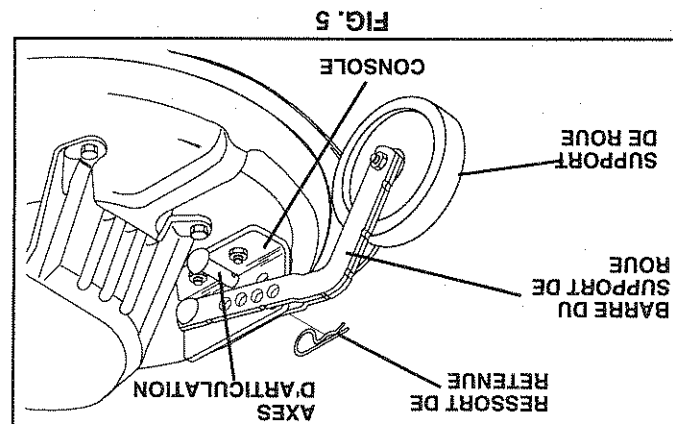

FIG. 5
- RÉGLEZ LES SUPPORTS DE ROUE (Voyez la Fig. 5)